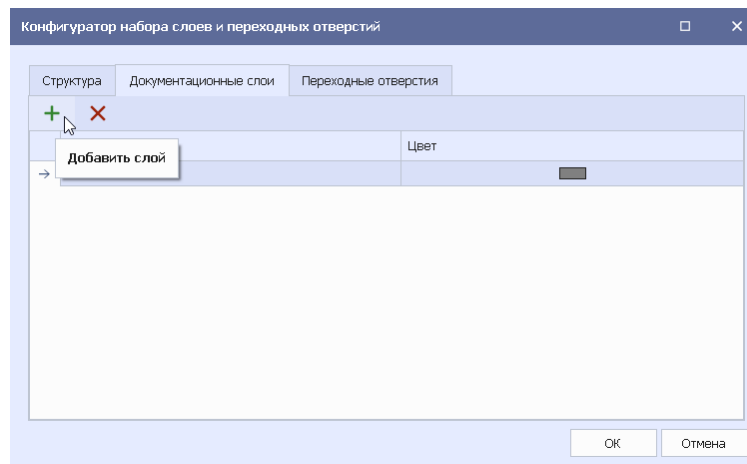

Рис. 23 Добавление документационного слоя
2. Нажать на кнопку «Добавить слой», которая расположена в верхней левой части окна редактора, см. Рис. 23.